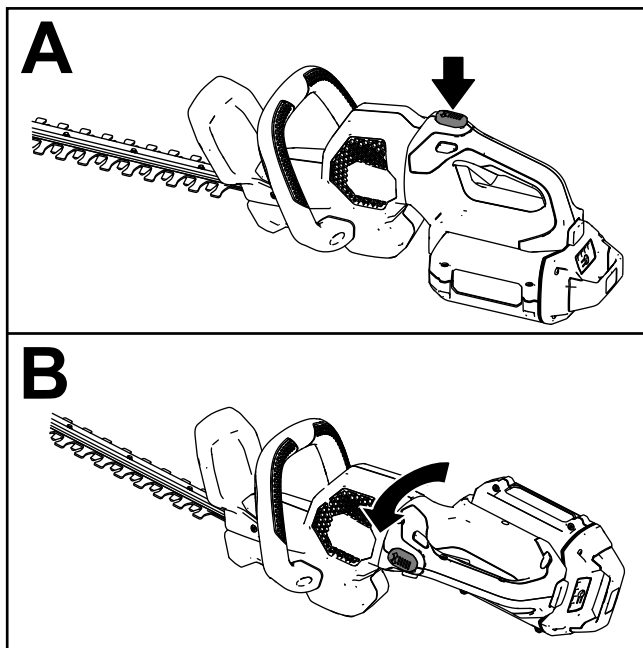

Figura 5
- Mantenga pulsado el botón de bloqueo de la rotación (Figura 5, A).
- Rote la empuñadura 90° a la izquierda o a la derecha dependiendo del sentido de corte deseado, luego suelte el botón de bloqueo de la rotación para bloquear la empuñadura en la posición deseada (Figura 5, B).